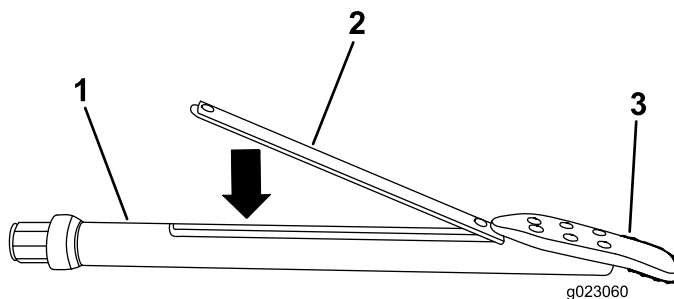

Рисунок 76
3. Вставьте маячок в корпус зонда передним концом в сторону бурового долота (Рисунок 76).